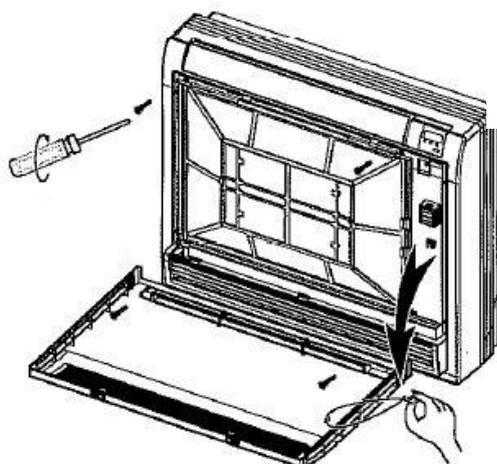

Fig. 7-2
- Rimuovere la stringa. (Vedere la Fig. 7-2)
- Rimuovere le quattro viti. (Vedere la Fig.7-2)